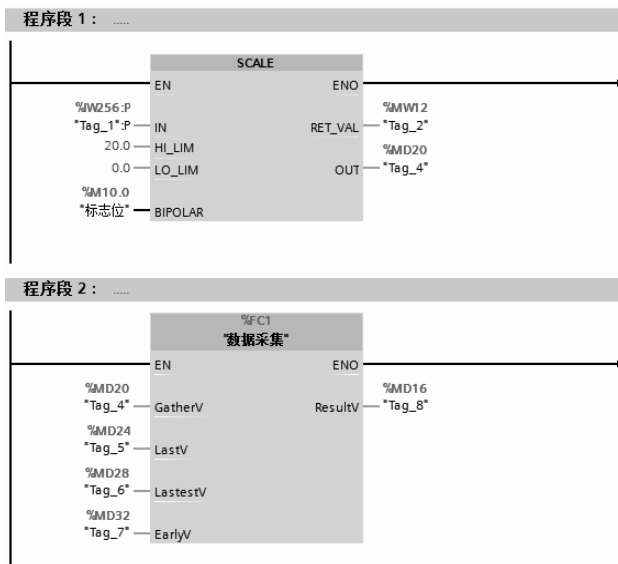

图 5-11 Main[OB1]中的梯形图
③ 在 Main[OB1]中，编写梯形图程序，如图 5-11 所示。